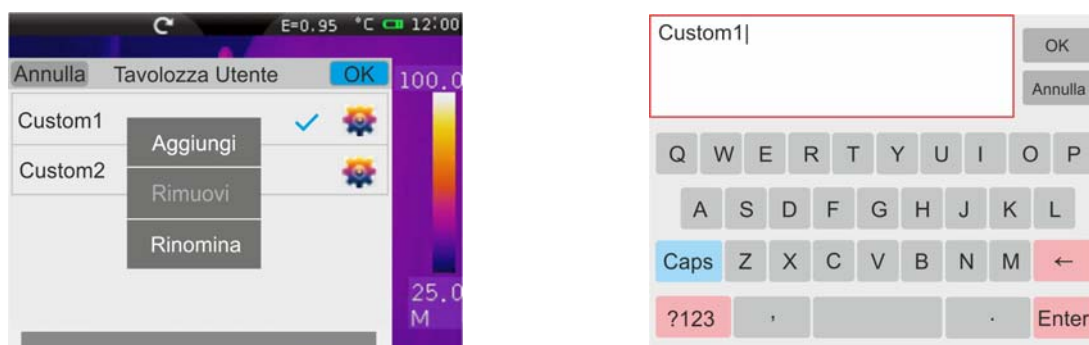

Fig. 49: Personalizzazione nome tavolozza utente
5. Toccare la voce “**Rinomina**” per modificare il nome della tavolozza (max 8 caratteri). Una tastiera virtuale interna è mostrata a display (vedere Fig. 49). Confermare con “OK” l’operazione